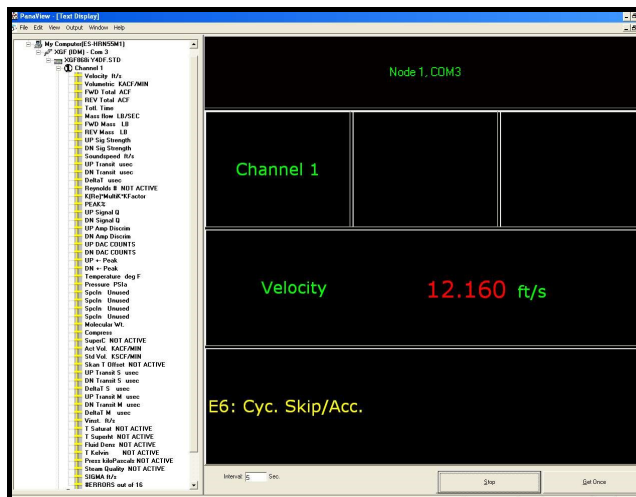

Figure 18: plusieurs écrans de texte dans la fenêtre Text Display
2. Reprenez l'étape 1 pour chacun de tous les paramètres de process supplémentaires que vous souhaitez afficher, en cliquant deux fois dessus dans l'arborescence réseau de PanaView. PanaView dispose automatiquement les écrans de texte en mosaïque dans le volet droit de la fenêtre *Text Display*, comme illustré à la *Figure 18* ci-après.